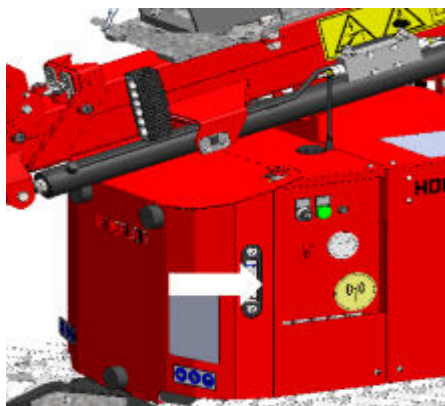

Figura 4.1 Controllare il livello dell'olio
4. Controllare il livello dell'olio del serbatoio idraulico (vedi *Figura 4.1*). Il livello dell'olio deve trovarsi tra il vetro spia inferiore e quello superiore sul lato sinistro della gru. Se necessario, riempire con Hydro 46.